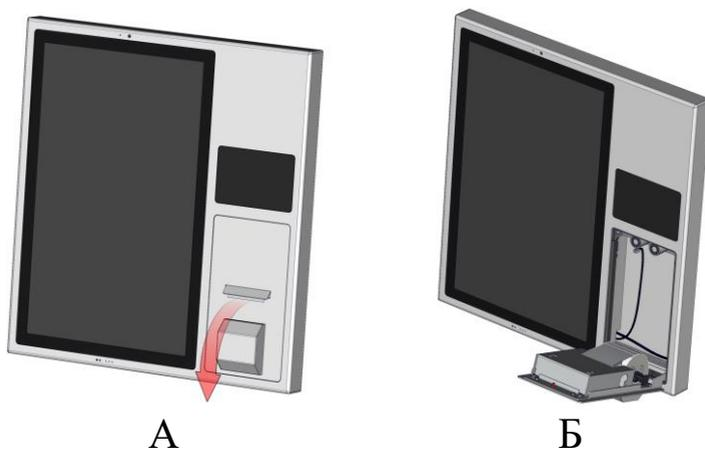

Рисунок 12.2 Открывание отсека принтера
8. Убедитесь в наличии установленного на штатное место рулона термобумаги. Для этого откройте отсек с термопринтером, слегка нажав до щелчка и удерживая пластмассовым стержнем кнопку открывания отсека (поз.21 рис.8.2.2) потяните за выступ на люке отсека принтера (рис. 12.2 А). Кнопка открывания расположена на левом торце устройства, как указано на картинке (рис. 8.2.2).